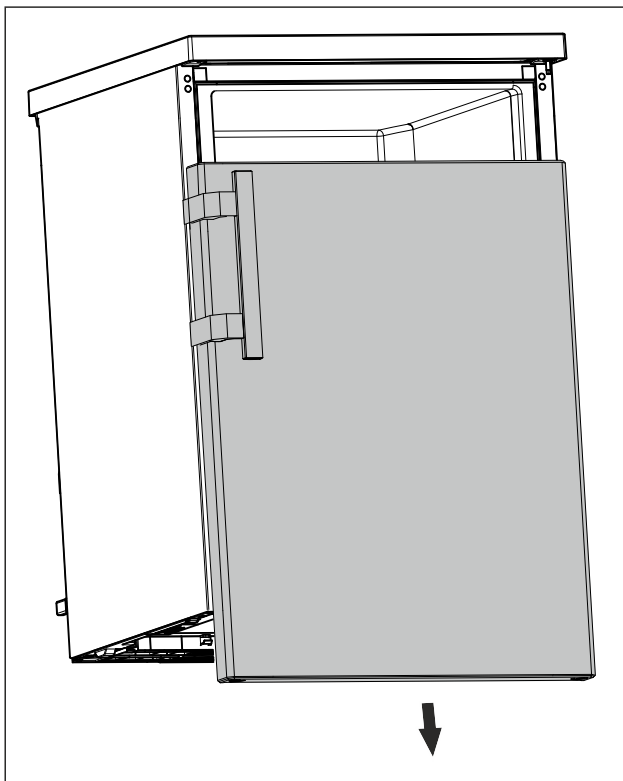

Fig. 12
- Tag døren af nedefter. (se Fig. 12)